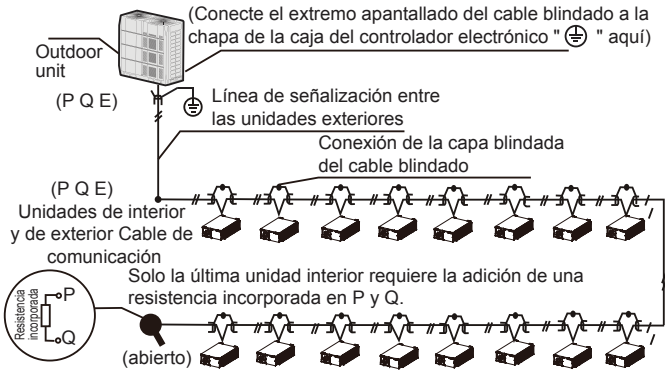

Figura 7.6
- El cableado de comunicación entre las unidades de interior y de exterior debe conectar una unidad tras otra en una cadena tipo margarita desde la unidad exterior a la unidad interior final. La capa blindada debe conectarse correctamente a tierra y se debe añadir una resistencia incorporada a la última unidad interior para mejorar la estabilidad del sistema de comunicación (véase figura 7.6).